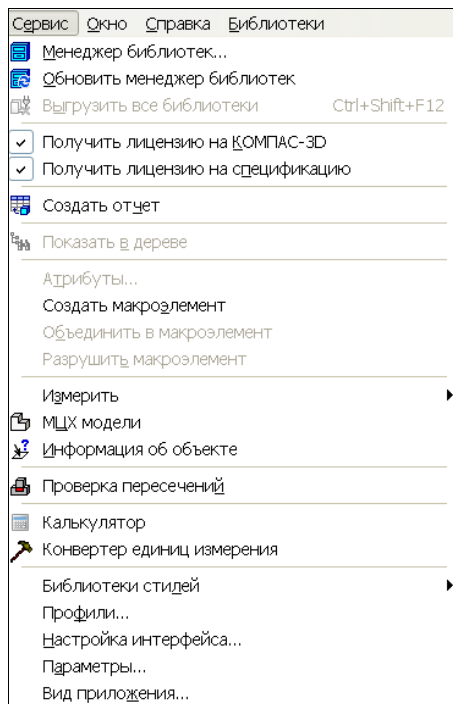

Рис. 21.3. Выпадающее меню пункта **Сервис**
- ♦ **Сервис** — содержит команды вызова Менеджера библиотек, калькулятора, команд измерения и т. д. (рис. 21.3). Кроме того, пункт содержит следующие новые команды: **Переместить компонент**, **Повернуть компонент**, **Разнести компоненты**, **Проверка пересечений** и **Включить упрощение сборки**;